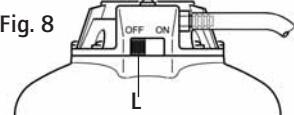

Fig. 8
- By-pass in posizione OFF (Fig. 8-L), il DOSATRON è fermato e non aspira più il prodotto.